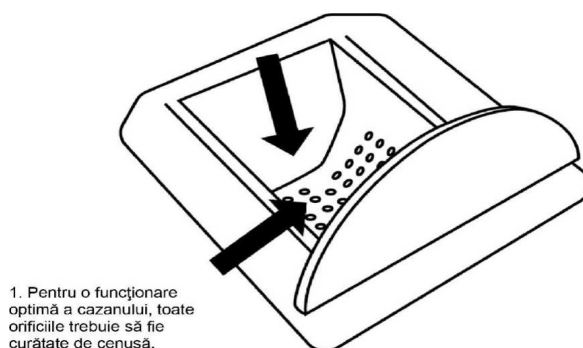

Figura 16
- ARZĂTORUL asigură arderea peleiilor din masă lemnoasă. A se vedea Figura 16. Se recomandă ca arzătorul să fie curățat **zilnic** cu aspiratorul, după fiecare utilizare (când cazanul este rece). Este recomandat să scoateți zilnic arzătorul și să verificați că nu există resturi de cenușă sau peleii nearși pe fundul acestuia. După această verificare, puneți arzătorul la loc, fixându-l în mod corespunzător, pentru funcționarea în siguranță a cazanului. Arzătorul trebuie să stea în poziție orizontală, fără să fie înclinat.